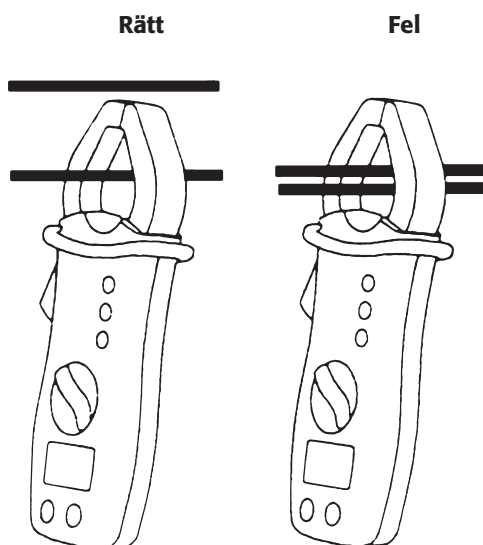

Fig. 2
- Öppna mätartången och omslut en av ledarna, håll ledaren i tångens centrum se fig. 2 (Obs! det får inte vara ett gap mellan tångkäftarna vid mätning.)